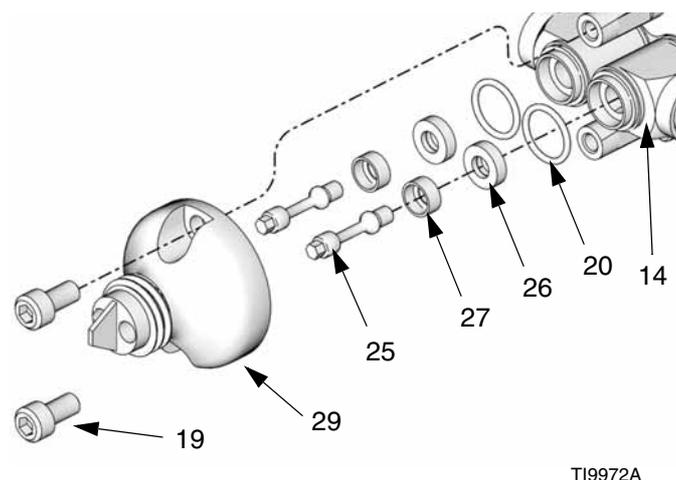
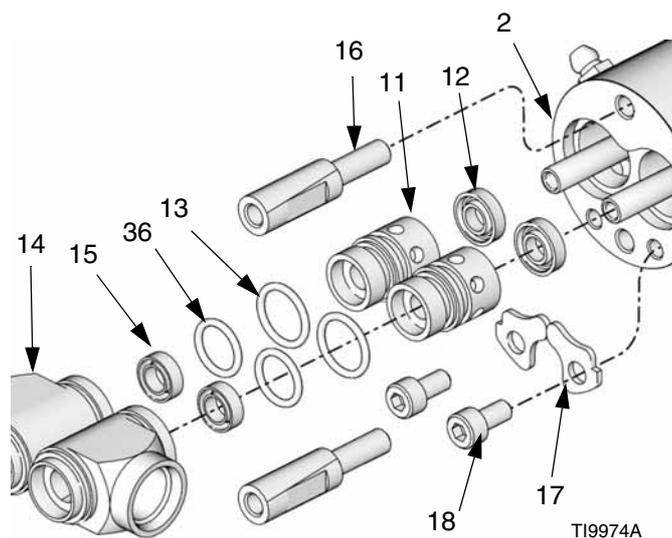
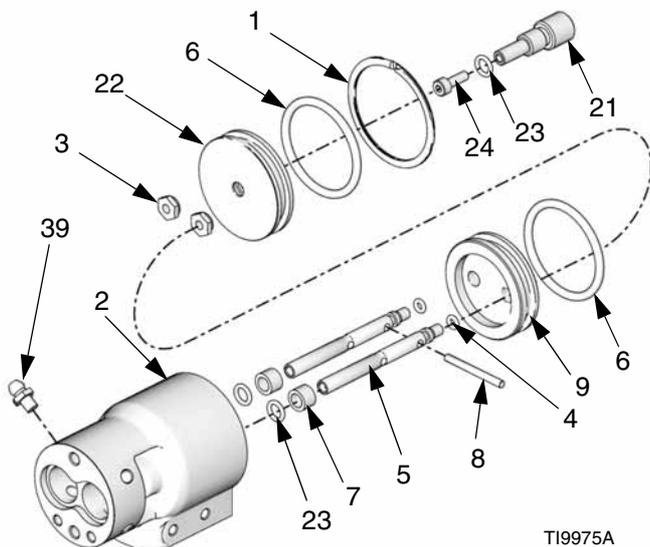

FIG. 4
FIG. 5
FIG. 6
3. Retirez les quatre vis de l'embout (19), puis extrayez l'embout (29) de la vanne. Retirez les sièges (27) et les joints toriques (20) du pointeau pour les modèles 255179 et 255181. Voir FIG. 4.
4. Dévissez le pointeau (25) à l'aide d'une clé à douille 5/32 po. ou (4mm). Si l'axe (5) tourne, insérez-y une goupille pour l'empêcher de tourner, puis dévissez le pointeau. Faites glisser le joint (26) hors du pointeau. Répétez l'opération pour l'autre pointeau (25).
**REMARQUE :** Pour les modèles 255180 et 255182, retirez le pointeau à l'aide d'un chasse-goupille 3/32 po. (2,38 mm), puis retirez les sièges (27) et les joints (28) du boîtier d'entrée.
5. Enlevez les deux vis (18) et colliers (17) du boîtier du produit (14). Faites glisser le boîtier du produit (14) hors du cylindre pneumatique (2). Voir FIG. 5.
6. Démontez les coussinets (11), les joints toriques (36, 13) et les joints de produit secondaires (12,15).
7. Retirez la bague de fixation (1) située à l'arrière du cylindre pneumatique (2). Poussez les deux axes (5) dans le cylindre pneumatique (2) afin de déloger le capuchon du cylindre (22). Voir FIG. 6.
8. Poussez les deux axes (5) afin de déloger l'ensemble de piston (9) du cylindre (2).
9. Enlevez les joints toriques (23) à l'aide d'un outil chasse joint torique, puis retirez les coussinets de la douille (7) du cylindre pneumatique à l'aide d'un tournevis (2).
10. Retirez les joints toriques (6) du piston (9) et du capuchon du cylindre pneumatique (22).
11. Retirez la vis (24) et le bouton de réglage (21) du système anti-goutte se trouvant sur le capuchon (22). Retirez le joint torique (23) à l'aide d'un chasse joint torique.
12. Enlevez les écrous de serrage (3), la broche (8), les joints toriques (4) et le joint torique du piston (6) se trouvant sur l'axe (5).
1. Lubrifiez les joints toriques (23) et les coussinets (7) de l'axe. Introduisez les joints toriques dans le logement du cylindre (2) et du chapeau (22). Voir FIG. 6.
**REMARQUE : Le bouton de réglage du système anti-goutte (21), les joints toriques de l'axe (23) et la vis (24) sont absents des modèles 255180 et 255182.**
2. **Modèles 255179 et 255182 uniquement :** Insérez le bouton de réglage (21) du système anti-goutte dans le capuchon (22). Serrez la vis (24) située à l'extrémité du bouton de réglage du système anti-goutte (21).
3. Enfoncez les coussinets (7) dans le boîtier et le capuchon (22) du cylindre pneumatique (2), ce qui bloquera les joints toriques (23).
4. Lubrifiez puis remontez l'ensemble du piston : piston (9), joint torique (6), goupille (8), écrous (3), joint torique (4) et axes du cylindre pneumatique (5). Serrez les écrous (3) jusqu'à atteindre 25-30 livres-pouce (2,8-3,4 N•m). Les axes (5) doivent être accrochés avec un certain jeu de manière à s'aligner d'eux-mêmes sur les coussinets.
5. Lubrifiez l'intérieur du cylindre pneumatique (2). Poussez l'ensemble de piston (9) dans le cylindre pneumatique.
6. Lubrifiez et placez le joint torique (6) sur le capuchon (22). Poussez le capuchon (22) à l'intérieur du cylindre (2).
7. Installez la bague de serrage extérieure (1).
1. Lubrifiez les coussinets (11), les joints toriques (13, 36) et les joints (12, 15). Placez les joints toriques (13, 36) sur les coussinets. Insérez avec précaution les joints (12) dans le logement du coussinet, en orientant les lèvres des joints vers l'intérieur du coussinet. Insérez les joints (15) dans le coussinet en orientant le ressort vers l'extérieur du boîtier. Veillez à ne pas endommager les lèvres des joints. Voir FIG. 5.
2. Poussez les coussinets (11) à l'intérieur du cylindre (2).
3. Lubrifiez le boîtier du produit (14), puis installez-y les coussinets (11). Installez les colliers (17) et les vis (18). Appliquez un couple de serrage de 25-30 livres-pouces (2,8-3,4 N•m).
4. Pour les modèles 255180 et 255182, installez les joints (28) et les sièges (27).
5. Vissez le pointeau (25) et serrez jusqu'à atteindre 15-20 livres-pouces (1,7-2,2 N•m). Voir FIG. 4.
6. **Modèles 255179 et 255181,** Installez les joints (26) en orientant les ressorts vers l'intérieur du boîtier du produit (14).
7. Installez l'embout (31) avec les joint toriques (20), sièges (27) et vis de l'embout (19), le « X » inscrit sur l'embout devant être du même côté que le « MD2 » du cylindre pneumatique. Serrez les vis de l'embout jusqu'à atteindre 25 et 30 livres-pouces (2,8-3,4 N•m).
8. **Modèles 255181 et 255182,** Installez le tube d'injection (30) à l'aide d'un outil de montage (48). Couplez à 168-192 livres-pouces (19,0-21,7 N•m).
9. **Modèles 255181 et 255182,** Installez la buse d'injection (47) et couplez à 60-72 livres-pouce (6,8-8,1 N•m).
10. Retirez le raccord de graissage (39). Injectez de la graisse dans l'orifice de lubrification situé en dessous jusqu'à ce qu'elle ressorte par l'emplacement original du raccord de lubrification (39). Répétez l'opération pour l'autre raccord de graissage (39). Voir FIG. 6.